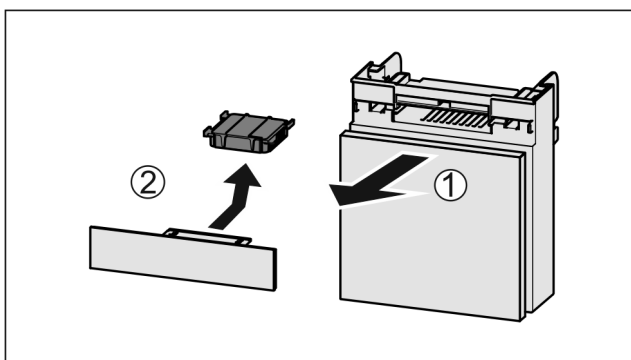

Fig. 159
- ▶ Vytiahnite zásuvku smerom dopredu Fig. 159 (1).
- ▶ Vyberte aktívny uhlíkový filter Fig. 159 (2).